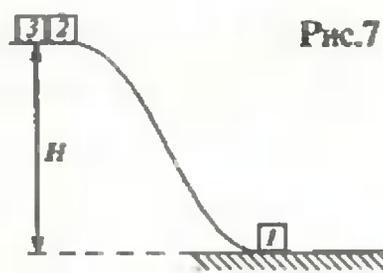

Рис.7
14. У основания гладкой горки, профиль которой показан на рис. 7, стоит брусок 1. Два других таких же бруска находятся на вершине горки. С горки соскальзывает без начальной скорости брусок 2, а через время τ брусок 3. При столкновении брусков происходит абсолютно неупругий удар. На каком расстоянии от конца уклона горки все три бруска начнут двигаться как единое целое? Трением пренебречь. Высота горки равна H .